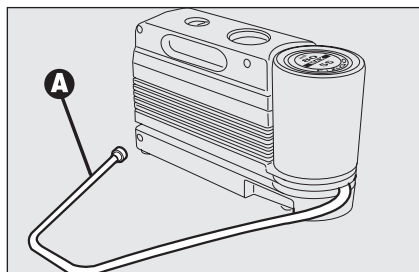
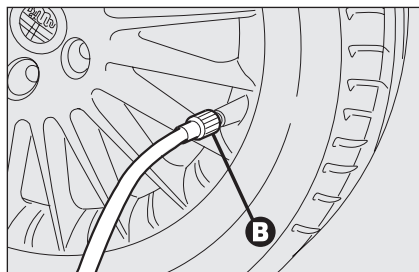

fig. 14
fig. 15
- ❑ dévisser le capuchon de la valve du pneu, enlever le tuyau flexible de remplissage **A-fig. 14** et visser la bague **B-fig. 15** sur la valve du pneu;